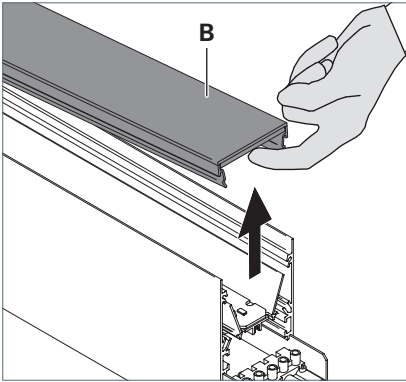

Fig. 18: Blende abnehmen.
- Nehmen Sie die Blende **B** an der Seite des direkten Lichtaustritts ab, siehe Fig. 18.